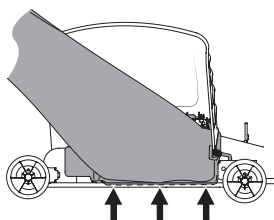

Figura 19
**NOTA:** Asegúrese de que la parte inferior del canal de descarga está ubicado dentro del borde de la abertura de plataforma, como se muestra en la Figura 19.